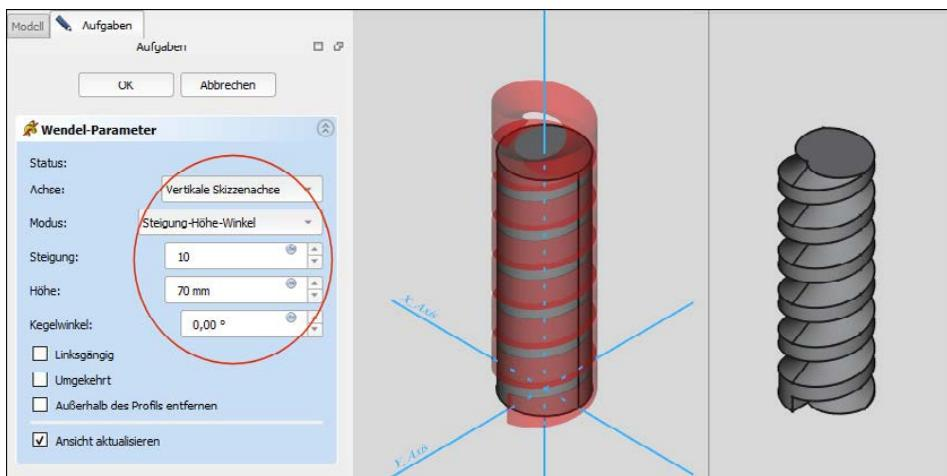

Abbildung 5.26: Die Wendel in der Voransicht und ausgeführt
2. Klicken Sie im Kombifenster im Register *Modell* die Skizze *Wendel-Skizze* an und wählen Sie danach das Werkzeug *Wendel*. Stellen Sie die Parameter zum Beispiel wie in Abbildung 5.26 ein (Achse *Vertikale Skizzenachse*, Modus *Steigung-Höhe-Winkel*, Steigung 10 mm, Höhe 70 mm) und Sie bekommen die Voransicht. Mit OK wird die Wendel erstellt.